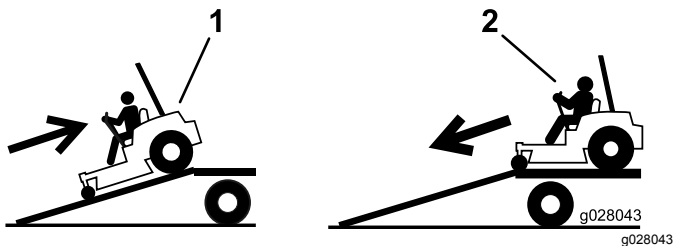

Bild 36
4. Fahren Sie mit der Maschine rückwärts auf die Rampe (Bild 36).
2. Fahren Sie die Maschine vorwärts von der Rampe herunter (Bild 36).